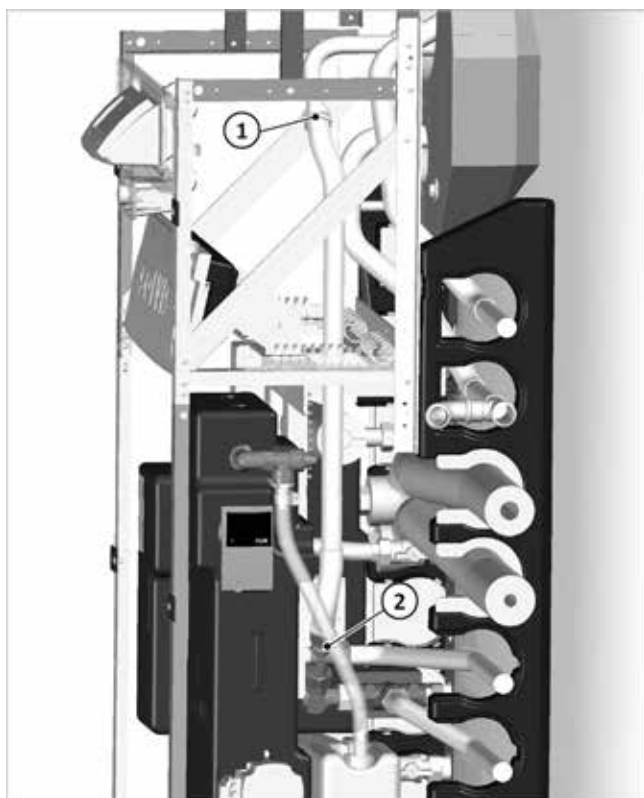

Fig. 9: Tubo di raccordo montato
4. Montare il tubo di raccordo ai gomiti in alto (1). Posizionare poi e collegare la valvola di commutazione in basso (2), (vedere ➔ Fig. 9).